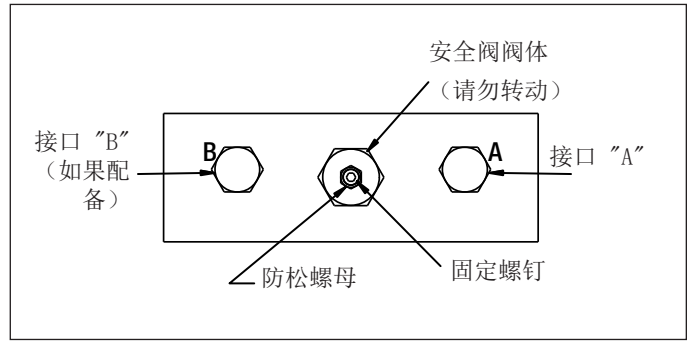

图 10
- 在接口“A”安装一个 0-1,035 bar (0-15,000 psi) 压力表（见图 10）。